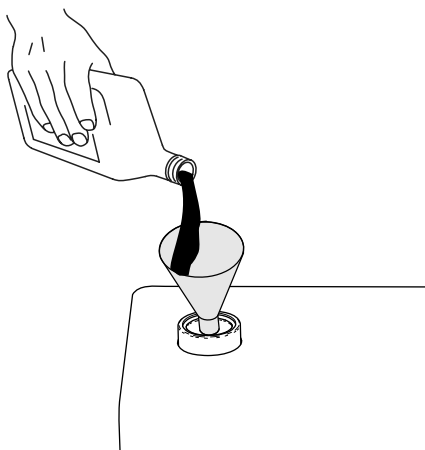

Figure 123
7. Si le niveau de liquide est en-dessous du repère inférieur sur la jauge, faites l'appoint de liquide hydraulique spécifié (Figure 123). Répétez les opérations 4 à 6 jusqu'à ce que le niveau de liquide se situe entre les 2 repères sur la jauge.